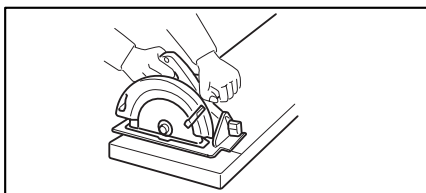
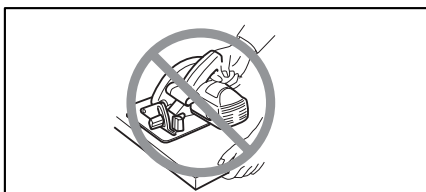

Fig. 5
Fig. 6
16. Placez la partie la plus large de la base de la scie sur la partie de la pièce qui est fermement soutenue, non sur celle qui tombera une fois la coupe effectuée. À titre d'exemples, la Fig. 5 illustre la BONNE façon de couper l'extrémité d'une planche, et la Fig. 6 la MAUVAISE façon. Si la pièce à travailler est courte ou petite, immobilisez-la avec un serre-joint. **N'ESSAYEZ PAS DE TENIR LES COURTES PIÈCES AVEC LA MAIN!**